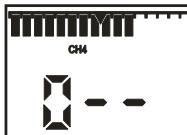

Рисунок 9.3
- 1) на воздухе, не содержащем горючих газов, перевести газоанализатор в режим "ПОДСТРОЙКА НУЛЯ". Для этого необходимо при нажатой кнопке "ОТКЛ" включить газоанализатор. После появления на индикаторе надписи "0 - -" отпустить кнопки (рисунок 9.3);